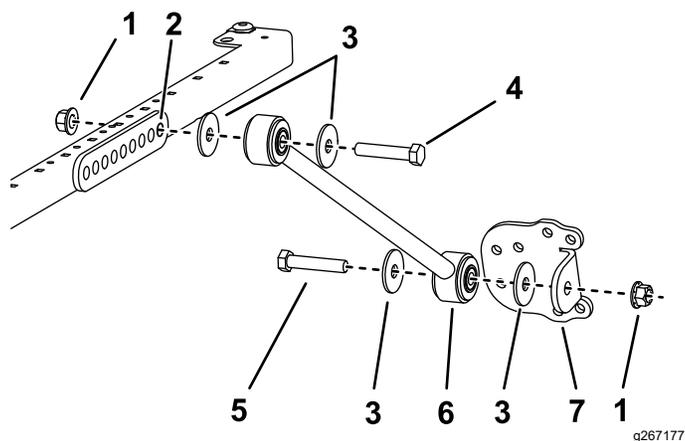

Figura 41
4. Su ciascun lato del telaio del parasole montate, senza serrarlo, un supporto di ancoraggio sul foro posteriore della staffa di ancoraggio con un bullone ($\frac{1}{2}$ " x $2\frac{3}{4}$ "), 2 rondelle ($\frac{1}{2}$ ") e un dado flangiato ($\frac{1}{2}$ "), come illustrato nella Figura 41.
5. Montate, senza serrarla, una staffa di ancoraggio su ciascun supporto di ancoraggio con un bullone ($\frac{1}{2}$ " x $2\frac{1}{2}$ "), 2 rondelle ($\frac{1}{2}$ ") e un dado flangiato ($\frac{1}{2}$ "), come illustrato nella Figura 41.